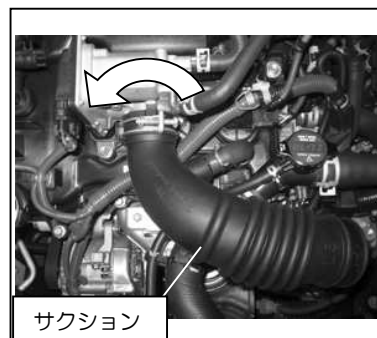

図2
- ③サクシオンホーススロットル側のバンドを緩め、サクシオンを向かって左方向へ回します。(図2 参照)